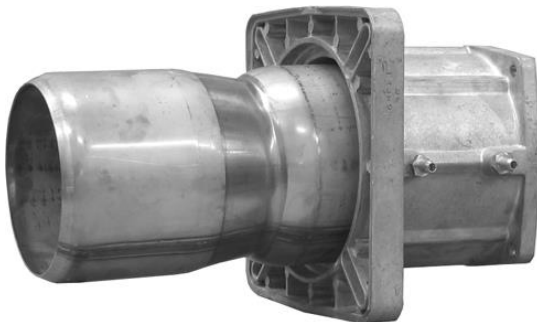

Abb. 6 - Kurzes Strahlrohr
- 4 Ziehen Sie das Strahlrohr aus dem Flanschstück heraus und setzen Sie es umgekehrt zusammen, wie in den Abbildungen Abb. 6 und Abb. 7 gezeigt. Befestigen Sie nun die beiden Teile mit denselben Schrauben (Abb. 8).